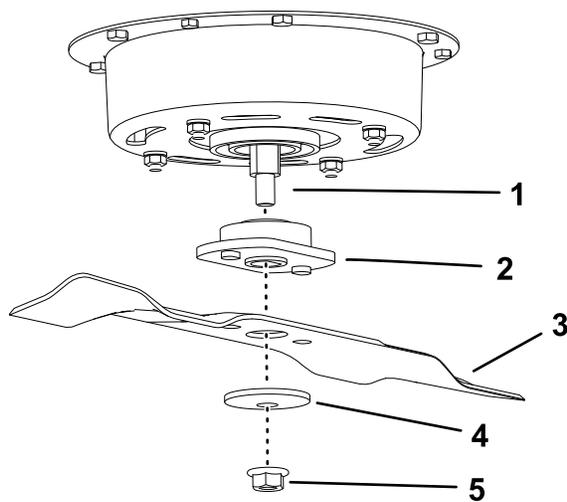

Figura 36
1. Instale a lâmina e o adaptador no eixo (Figura 36).